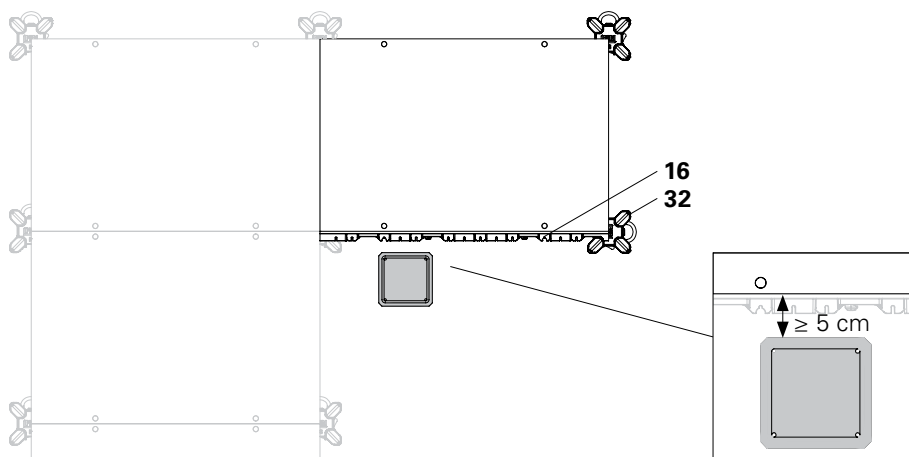

Fig. D3.06a
1. Coprire il più possibile il solaio con pannelli DP (10), v. capitolo D2.
2. Chiudere le superfici restanti con pannelli standard o con pannelli di larghezza ridotta (10), a seconda delle dimensioni. Distanza dal pilastro ≥ 5 cm. (Fig. D3.06a)
5. Inserire in obliquo il puntello con la testa d'appoggio DFH (32) che fuoriesce dal bordo del pannello; metterlo a piombo spingendolo verso l'esterno. (Fig. D3.06a)